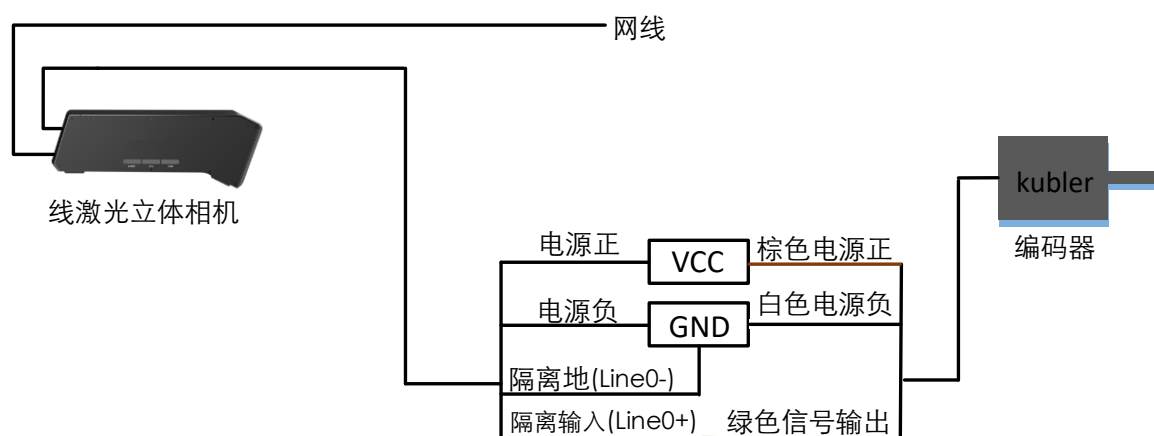

图7-1 设备接线示意图
- 若使用 kubler 编码器（型号为 8.KIS40.1342.1024），可与线激光共用 12V 电源。使用该型号编码器的接线如 图 7-1 所示。
无论 5-pin 或 12-pin 接口的设备，均可根据 图 7-1 进行接线，各管脚定义详见 2.4 电源及 I/O 接口定义 章节。